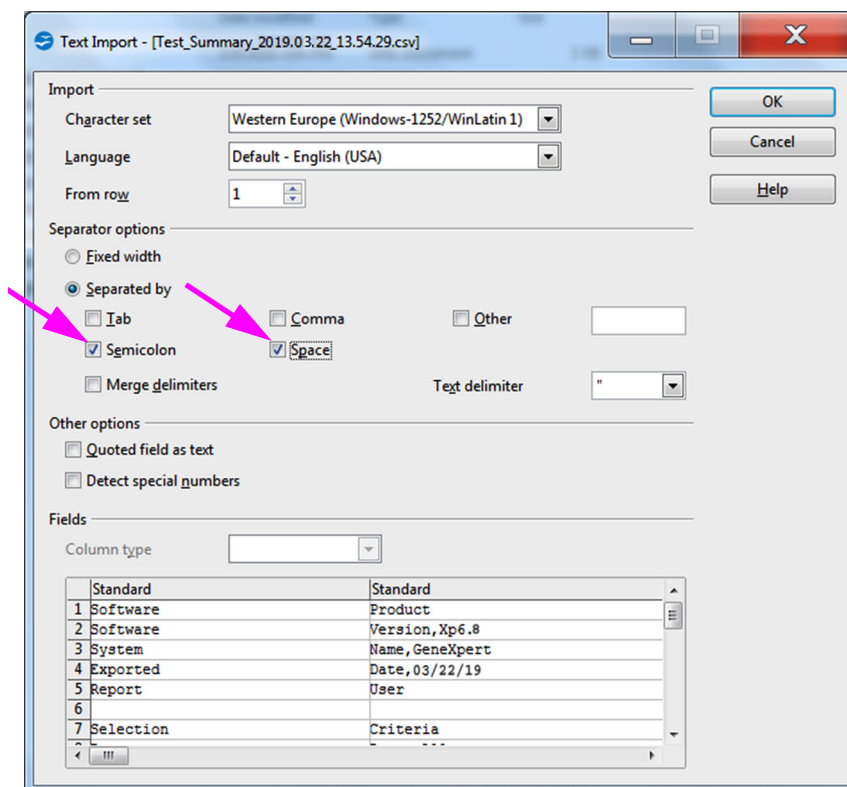

Figura C-4. Ecrã Text Import (Importar texto) apresentando as Predefinições
- Introduza a informação pedida (nome e iniciais) na caixa de diálogo User Name (Nome do utilizador) e clique em **Finish (Terminar)**. A caixa de diálogo Text Import (Importar texto) será apresentada. Ver Figura C-4.